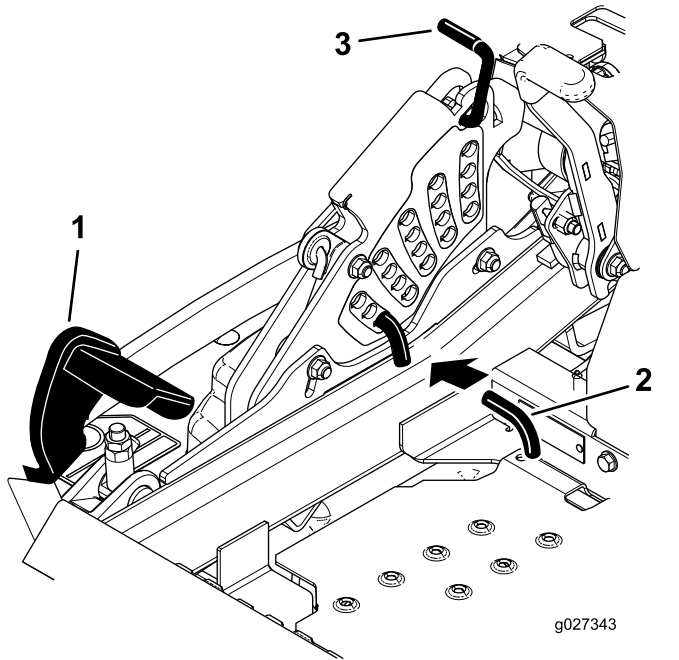

Figure 95
- Enfoncez la pédale de levage du tablier de coupe au maximum pour verrouiller le tablier à la position transport de 14 cm (5½ po) (Figure 95).